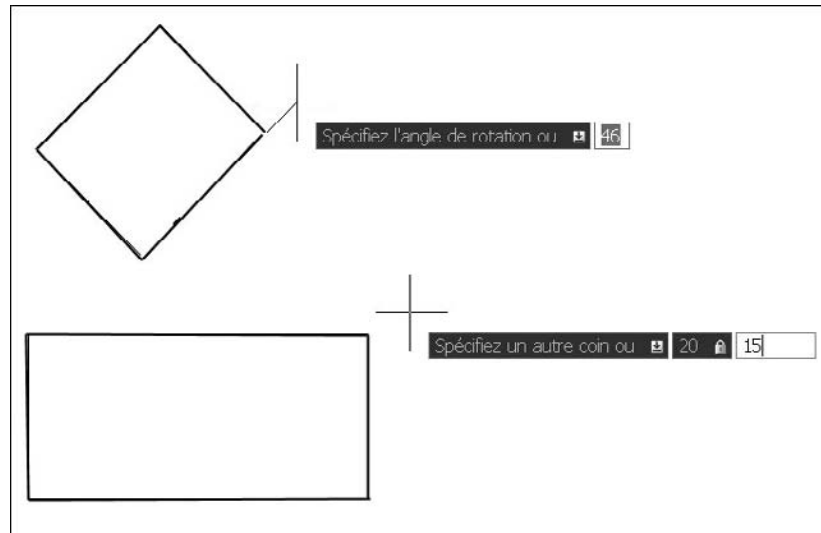

Fig.4.38
- 1 Exécuter la commande de dessin du rectangle à l'aide d'une des méthodes suivantes (fig.4.38) :